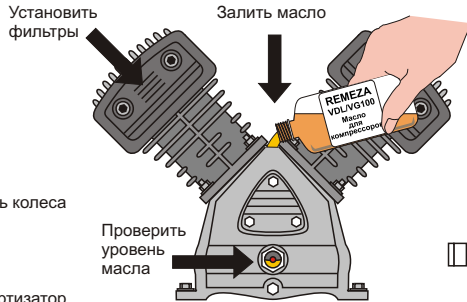

Рис. 3.2
**Внимание! Во избежание пролива во время транспортировки с завода изготовителя компрессоры поставляются не заправленные маслом!** Моторное масло для компрессора поставляется в комплекте. Перед первым запуском обязательно залейте его в маслозаливное отверстие (рис. 3.2), предварительно вынув щуп/сапун, проконтролируйте его уровень в прозрачном окошке. Уровень должен быть не ниже контрольной точки в окошке, посередине или выше точки.